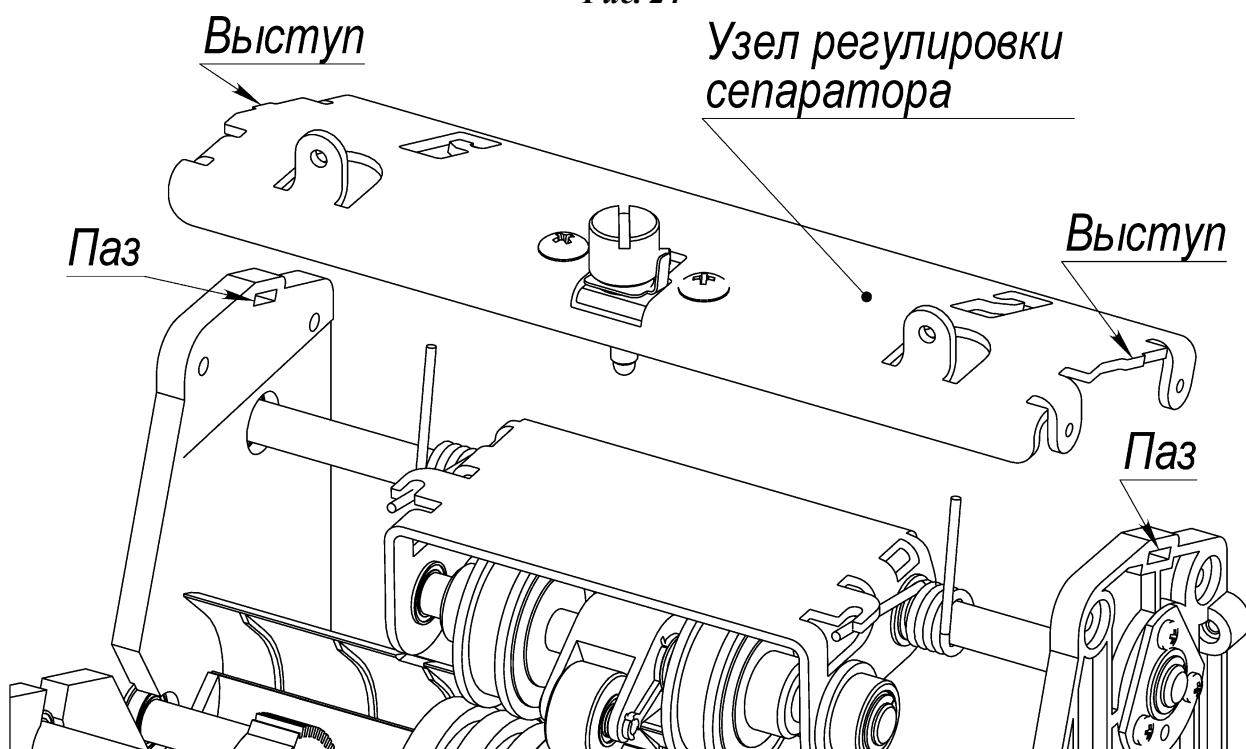

Рис. 25
8.6.3 Аккуратно снять узел регулировки сепаратора с каркаса. При необходимости допускается слегка отогнуть стенки каркаса, чтобы обеспечить выход выступов узла регулировки сепаратора из пазов на каркасе (см. Рис. 25).
- обеспечить совпадение выступов узла регулировки сепаратора и пазов на каркасе (см. Рис. 25);